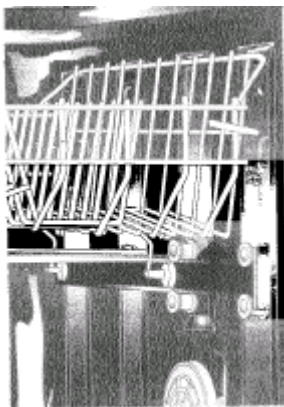

Рис.16
- 2) Вынуть подвижную решетку (рис. 16);